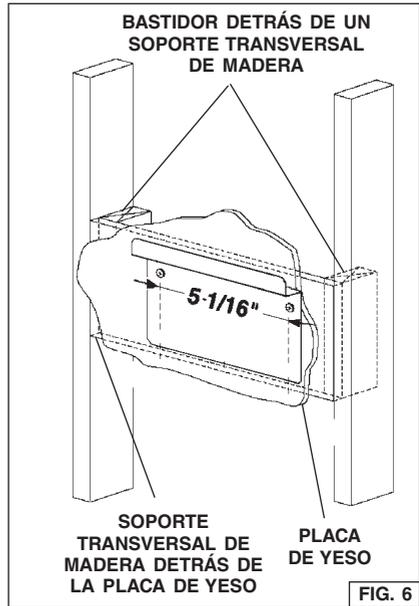

FIG. 6
2. Construya un bastidor de madera en la pared que quede al ras de la superficie interior de los montantes de pared. Fig. 6.